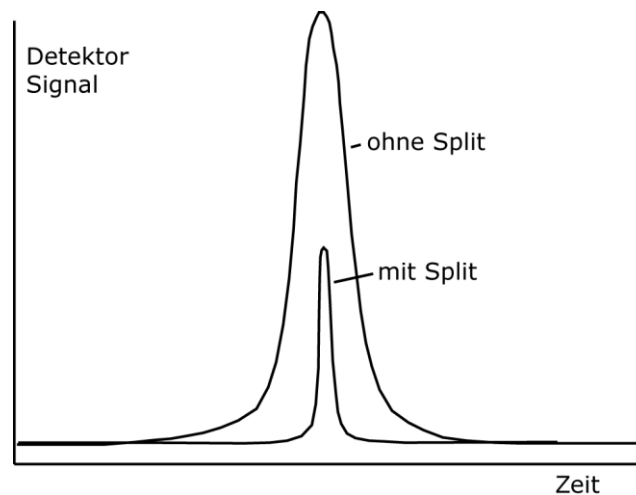

Abb. 24: Konzentrationsprofil ohne bzw. mit Split
1. Durch die vergleichsweise hohe Geschwindigkeit, mit der die Gaswolke im Injektor an der Split-Stelle vorüberströmt, ist das Konzentrations-Zeit-Profil der zu untersuchenden Stoffe wesentlich schmaler geworden, d.h. die Verschleppung (engl. tailing) des Peakendes durch die Ausspülvorgänge wird stark vermindert (Vgl. Abb. 24)